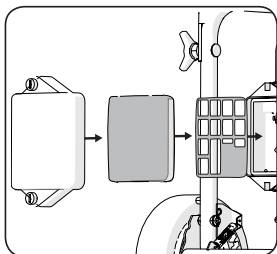

Fig 22
- Rimontare il coperchio e serrare le due viti. (Fig. 22)